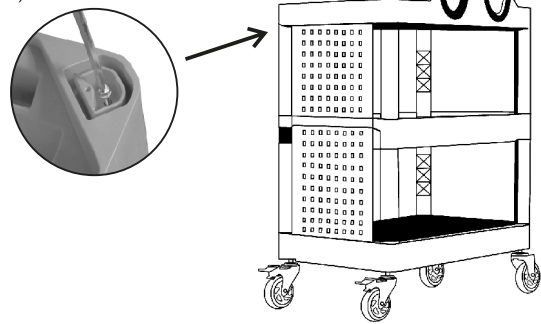

Fig. 5 - Montaje de la bandeja superior
- Con el marco inferior montado, atornille la bandeja superior y coloque la segunda parte del panel (Fig. 5).